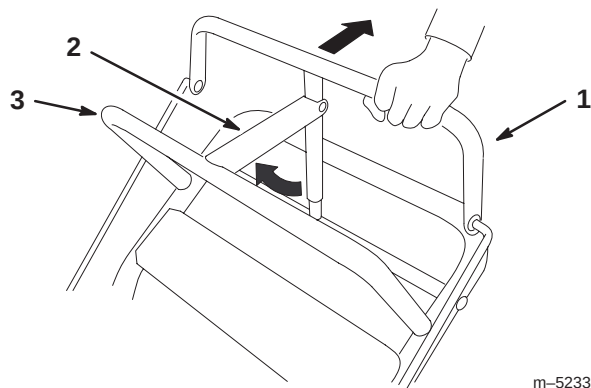

Bild 10
- Kontrollieren Sie die Einstellung der Feststellbremse (Bild 10). Siehe „Kontrollieren der Bremsen“ auf Seite 32.